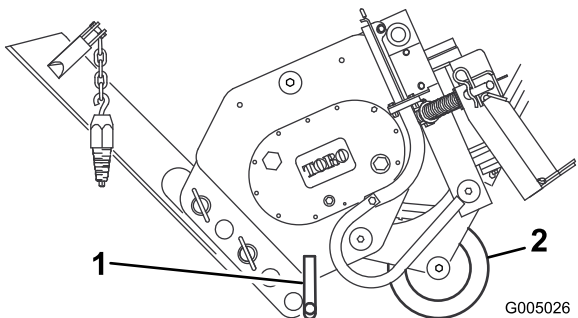

Figura 8
3. Gire la cuchilla hacia arriba y sujétela según se muestra en Figura 8.
4. Inclíne el arado hacia adelante y bájelo al suelo o sobre el remolque, con el soporte y la cuchilla circular soportando el peso del mismo (Figura 8).